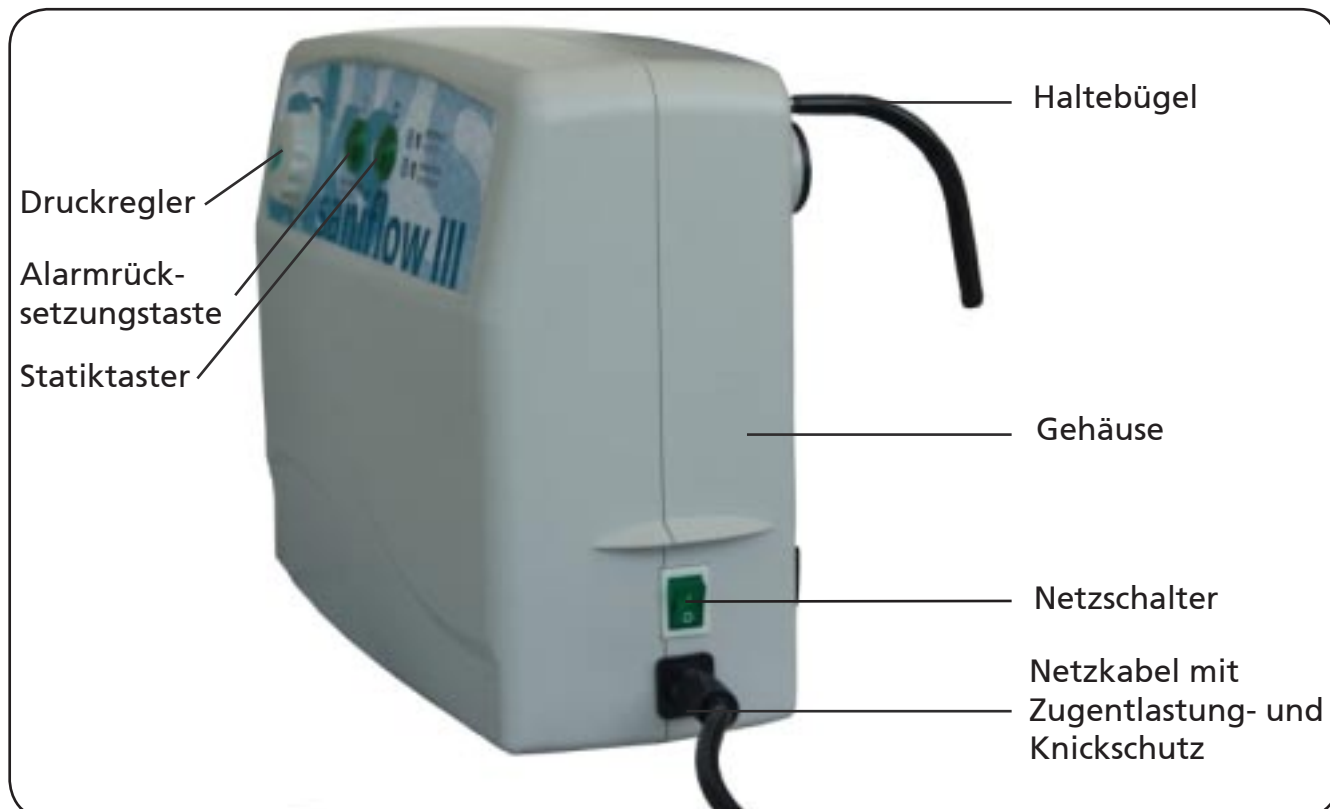
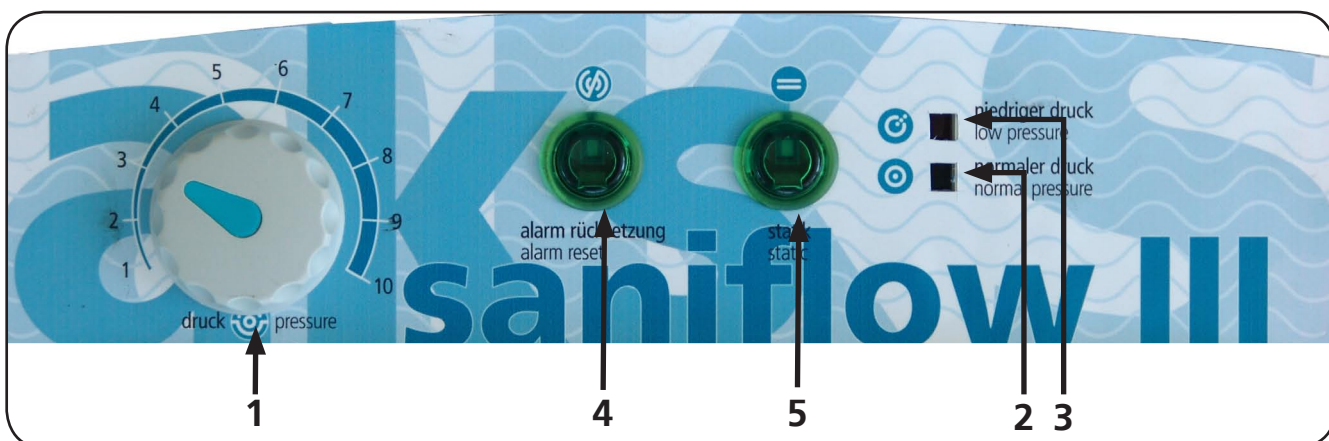

Abbildung 02
Abbildung 06
Über einen Druckregler am Aggregat (siehe Abbildung 06) kann der Fülldruck stufenlos in einem Skalierungsbereich von 1 bis 10 individuell an das Patientengewicht bzw. die momentane Belastungssituation angepasst werden.
Durch ein optisches Alarmsignal „niedriger druck“ (siehe Abbildung 06) und einem akustischen Alarmsignal wird ein möglicher Druckverlust bzw. Druckabfall im System signalisiert und somit das Risiko des Durchliegens minimiert.
Bei Eintreten eines Druckverlustes kann das akustische Alarmsignal separat mit dem Alarmrücksetzungstaster (siehe Abbildung 06) ausgestellt werden, um eine dauerhafte Lärmbelästigung zu vermeiden. Das optische Alarmsignal signalisiert weiterhin den Druckverlust, bis dieser behoben ist.
Das aks-saniflow III-System kann zusätzlich über den Statiktaster am Aggregat (siehe Abbildung 06) vom Betriebsmodus „Wechseldruck“ in den Betriebsmodus „Statik“ und umgekehrt umgeschaltet werden. Im Betriebsmodus „Statik“ werden beide Luftkammerkreise in der Wechseldruckmatratze mit dem eingestellten Druck gleichzeitig befüllt.
1. Schalten Sie das Aggregat mit dem Netzschalter ein (siehe Abbildung 02). Die Betriebskontrollleuchte im Netzschalter leuchtet grün auf. Gleichzeitig leuchtet die rote LED „niedriger druck“ (siehe Abbildung 06) und der akustische Alarm ertönt. Deaktivieren Sie beim ersten Aufpumpen durch Drücken des Alarmrücksetzungstasters (siehe Abbildung 06) den akustischen Alarm.
2. Drehen Sie den Druckregler (siehe Abbildung 06) auf den Skalenwert 10, damit sich der Betriebsdruck in der Wechseldruckmatratze aufbauen kann. Dieser Vorgang dauert ca. 15 Minuten. In dieser Zeit darf die Wechseldruckmatratze nicht belastet werden.
3. Hat die Wechseldruckmatratze ihren Betriebsdruck erreicht, erlischt die rote LED „niedriger druck“ und die grüne LED „normaler druck“ (siehe Abbildung 06) leuchtet auf.
4. Aktivieren Sie wieder durch Drücken des Alarmrücksetzungstasters (siehe Abbildung 06) den akustischen Alarm. Die LED im Taster erlischt.
Drücken Sie dazu den Statiktaster (siehe Abbildung 06). Der Betriebsmodus „Statik“ wird durch das Aufleuchten der LED im Statiktaster signalisiert.